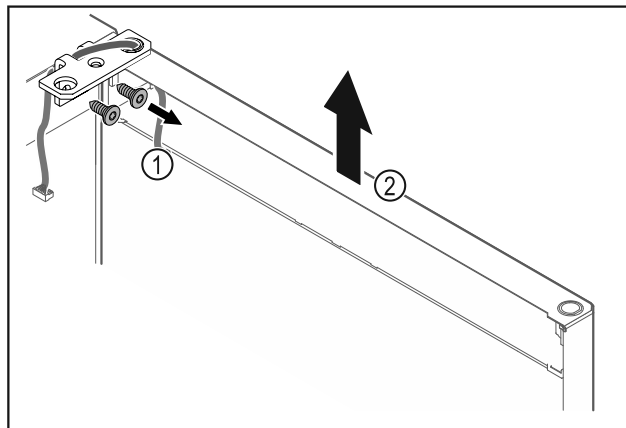

Fig. 24
- ▶ Skru hængselvinklen Fig. 24 (1) af.
- ▶ Løft døren og hængselvinklen Fig. 24 (2) ca. 200 mm lige op, og tag dem af.